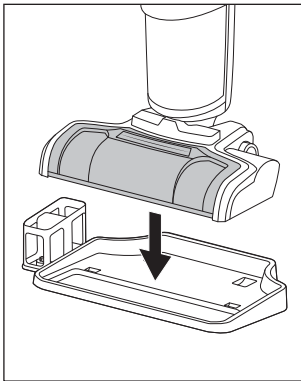

Abb. 31
- ◆ Stellen Sie das ausgeschaltete Gerät auf die Abstellschale **4** der Park- und Reinigungsstation (siehe. Abb. 31).